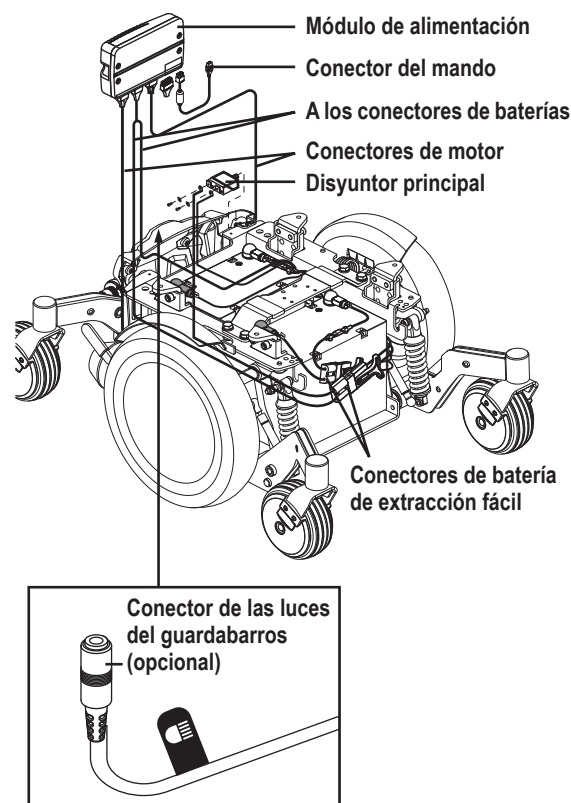

Figura 1. Componentes eléctricos
Su silla eléctrica está formada por dos piezas principales: el asiento y la base eléctrica. Generalmente, el asiento incluye los reposabrazos, el respaldo y la base de asiento. La base eléctrica incluye los dos motores y los frenos, dos ruedas motrices, cuatro ruedas orientables, dos baterías y los componentes eléctricos. **Ver Q6 Edge 2.0/3/2.0HD/Q4 2 (página 4) y figura 1.**
Los componentes eléctricos están compuestos por el conjunto del mando, las baterías y los motores. Las baterías, los motores y el módulo de alimentación del mando (en caso de haberlo) están ubicados en la base eléctrica, mientras que el mando está ubicado en el asiento. Uno o varios cables eléctricos son los encargados de conectar entre sí el mando, los motores y baterías y el cargador de batería. **Ver figura 1.**
5. Enchufe los conectores del mando a la base eléctrica. **Ver figura 1.**